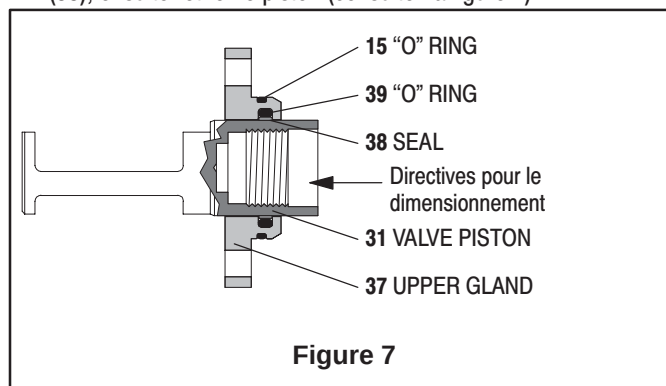
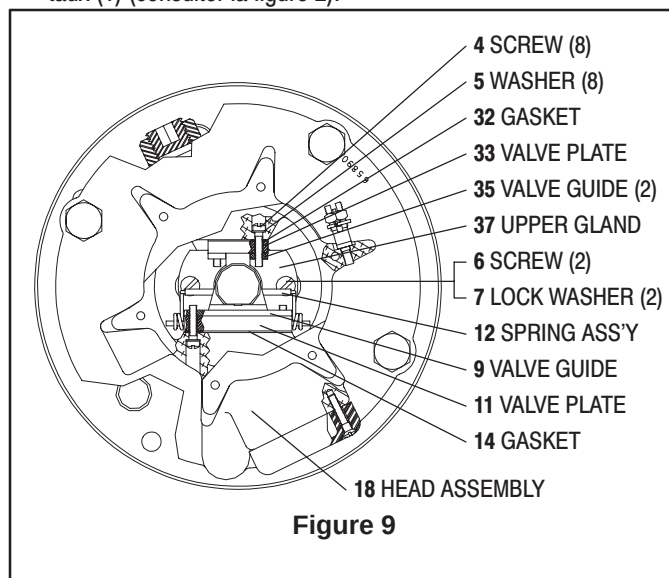

Figure 7
Figure 9
1. Forcer l'ensemble de piston (23) vers le haut en poussant la tige de piston (52) vers le haut du moteur pneumatique.
2. Retirer les quatre vis à métaux (1) du déflecteur (2).
3. Retirer le déflecteur (2).
4. Retirer les six vis (3) du couvercle (8) du moteur pneumatique.
5. Retirer le couvercle (8) du moteur pneumatique et le joint d'étanchéité (10).
6. Desserrer les huit vis à métaux (4) (qui retiennent la plaque porte-clapet (11) ainsi que l'ensemble de goupille, le guide de clapet (9), deux guides de clapet (35) et la plaque porte-clapet (33)) jusqu'à ce qu'il soit possible de retirer les guides de clapet (9 et 35) en tirant vers le haut (consulter la figure 9).
8. Au moyen d'un tournevis, décrocher le ressort rapporté (12) du fond de la plaque porte-clapet (11) et de l'ensemble de goupille.
9. Retirer l'ensemble de ressort rapporté (12) des goupilles situées dans le haut de la plaque porte-clapet (11) et de l'ensemble de goupille.
10. Retirer la plaque porte-clapet (11) et l'ensemble de goupille et la plaque porte-clapet (33) en tirant vers le haut. Si les pièces sont coincées, taper doucement sur le rebord supérieur à l'aide d'un marteau en caoutchouc ou de la poignée d'un tournevis. (Ne pas utiliser un objet en métal).
11. Retirer le siège rapporté (13) du clapet et le guide rapporté (34).
13. Retirer l'ensemble de ressort rapporté (12).
14. Retirer les deux vis à métaux (6) et les deux rondelles de blocage (7) du presse-étoupe supérieur (37) (consulter la figure 9).
15. Tirer le piston du clapet (31) vers le haut jusqu'à ce que le presse-étoupe supérieur (37) soit retiré de son logement.
16. Retirer le presse-étoupe supérieur (37).
17. Retirer le joint d'étanchéité (38) et les joints toriques (39 et 15) du presse-étoupe supérieur (37) (consulter la figure 7).
25. Graisser le piston de clapet (31) et le glisser doucement dans le presse-étoupe supérieur (37) afin de former le joint d'étanchéité (38), ensuite retirer le piston (consulter la figure 7).
35. En poussant vers le bas, faire passer l'adaptateur de piston assemblé (42) et le piston de clapet (31) par l'outil d'installation 90350. Pousser jusqu'au fond.
37. Installer le presse-étoupe supérieur (37) sur le piston de clapet (31) et pousser vers le bas en prenant soin de ne pas déplacer le joint (38) dans la gorge de la rondelle torique.
38. Aligner les deux trous de boulon et fixer le presse-étoupe supérieur (37) à la culasse (18) au moyen des deux vis à métaux (6) et des deux rondelles de blocage (7) (consulter la figure 9).
40. Bien graisser les pièces suivantes et les insérer dans la culasse (18) : la pièce de guidage (34), les deux guides de clapet (35), la plaque porte-clapet (33) et le joint d'étanchéité (32) (consulter la figure 9).
43. Accrocher les spires de l'ensemble de ressort (12) par-dessus les goupilles de la plaque porte-clapet (11) et l'ensemble de goupille (consulter la figure 9).
44. Accrocher les crochets inférieurs de l'ensemble de ressort rapporté (12) dans les trous situés sur le côté de la plaque porte-clapet (11) et de l'ensemble de goupille.
45. Appuyer le guide de clapet (9) contre la face de la plaque porte-clapet (11) et de l'ensemble de goupille. Orienter les branches du guide de clapet (9) vers le bas. La branche munie du trou fileté le plus éloigné du fond doit être orientée vers l'entrée d'air de la culasse (18).